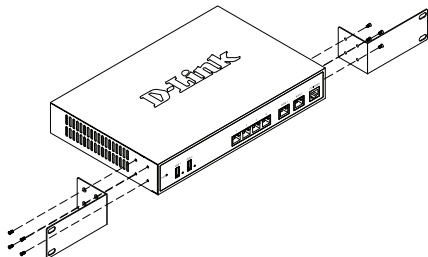

Рис.3 Прикрепление скоб для установки в стойку
1. Прикрепите скобы к боковым сторонам шасси, как показано на Рис.3, и закрепите их с помощью винтов.